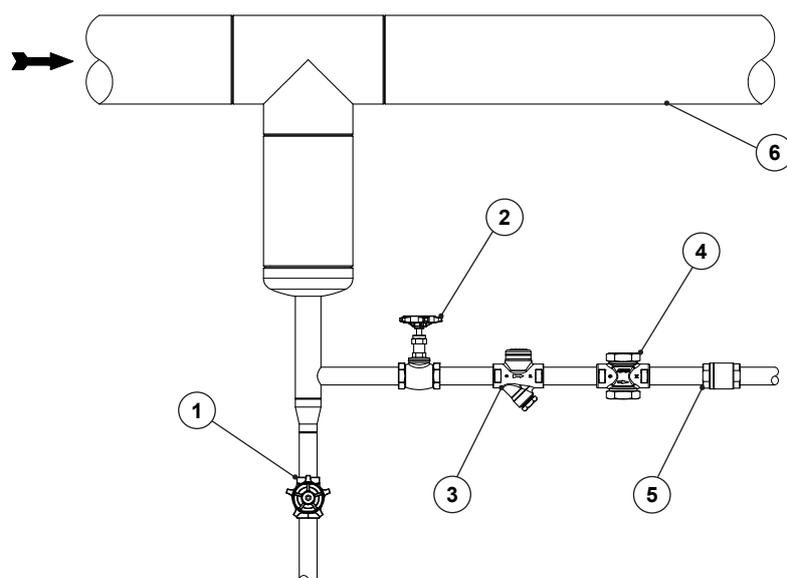

Fig. 2
- En vous référant à la présente notice d'installation et d'entretien (IME), à la fiche d'information (FI) et à la plaque signalétique, vérifiez que le produit est adapté à l'installation prévue : température, fluide, pression, température, etc. - voir section 1.2 - Utilisation prévue.
- Une installation type est illustrée à la figure 2. Le clapet anti-retour est nécessaire pour empêcher le reflux lors de la décharge sur une ligne de retour fermée.